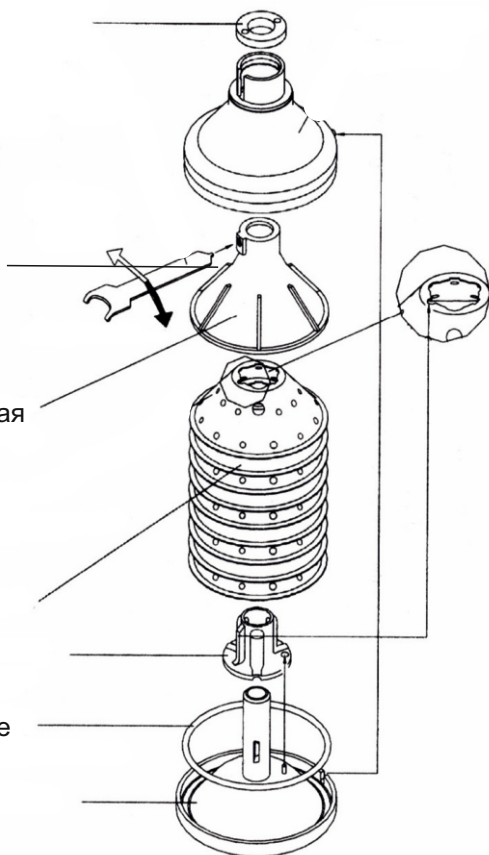

Рисунок 2
5.4 Барабан (см. рис.2) – основной узел сепаратора. Барабан сепаратора состоит из основания с запрессованной в него втулкой, кольца уплотнительного, тарелкодержателя, пакета тарелок (9 тарелок), тарелки разделительной с регулировочным винтом, крышки барабана и гайки.
7.4 Регулировку жирности сливок производить вращением винта регулировочного (рис.2). При ввертывании винта жирность сливок увеличивается, при вывертывании – уменьшается.